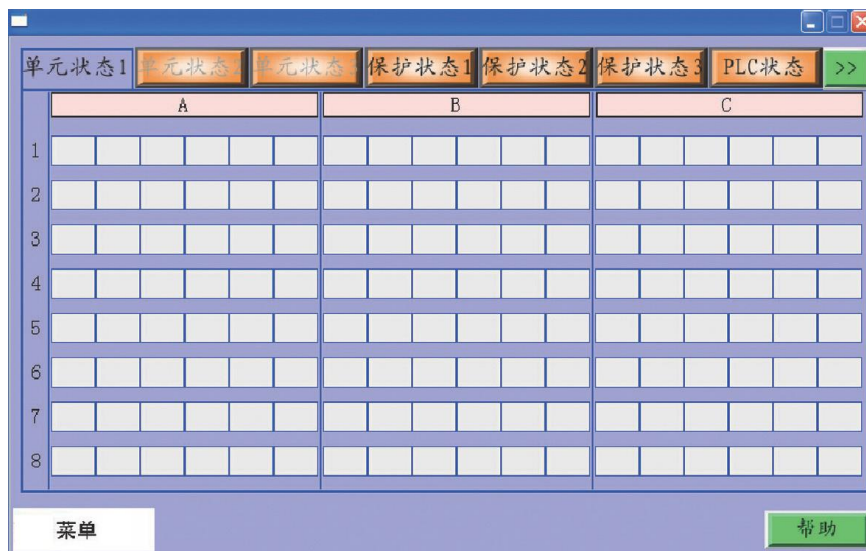

图 5.6 单元状态界面
2) 状态量查询：查询单元的基本状态、PLC 输入输出点状态等。图 5.6 为单元状态界面（星型接法）。